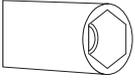

Figura 13
1. Usare un estrattore a testa speciale per la rimozione e installazione degli iniettori, come illustrato nella Figura 13